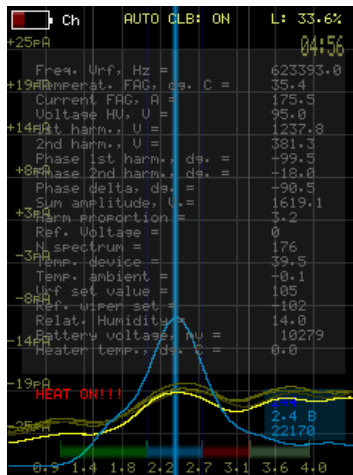

Figura 12. Afișarea informațiilor despre modul de funcționare al dispozitiv
**Fereastra de informații**-activează afișarea informațiilor despre modul de funcționare al dispozitivului (Figura 12);